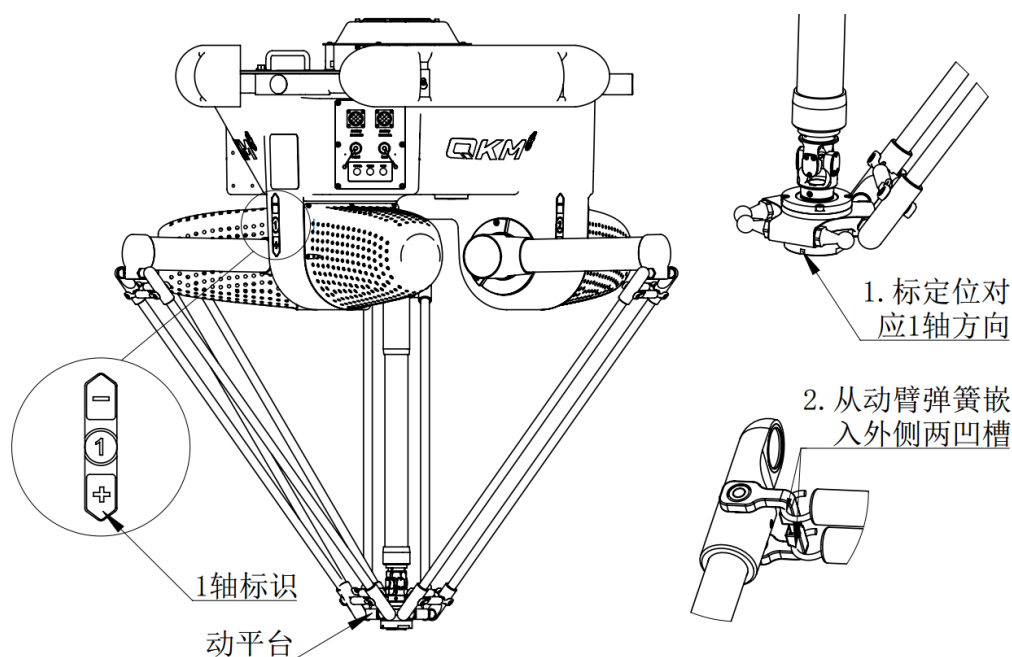

图 3-14 更换动平台
**步骤6** 将万向节键槽方向对准旋转轴电机连接端键槽方向，插入万向节，使万向节轴侧紧定位顶丝孔对准轴端沉孔，先锁紧定位顶丝，再锁紧键槽顶丝，即可完成万向节与旋转轴电机减速机组件的安装。插入万向节过程中不要转动旋转轴电机。动平台末端带有缺口的一侧对齐主动臂第一轴方向，如图 3-14 所示。